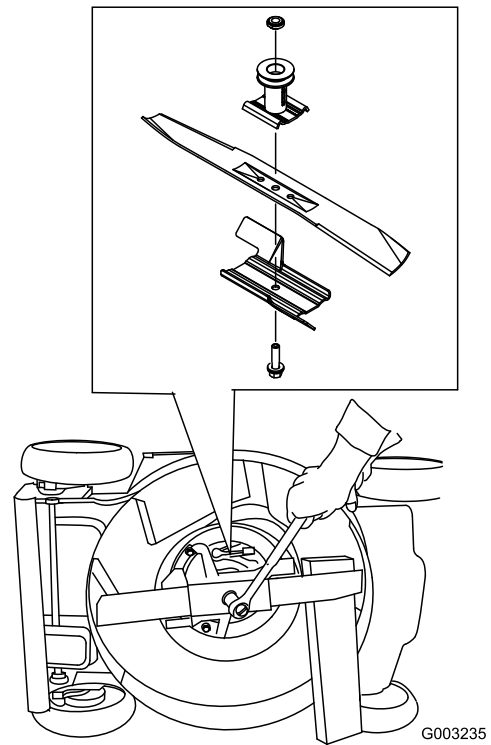

Figura 42
3. Utilice un bloque de madera para inmovilizar la cuchilla (Figura 42).